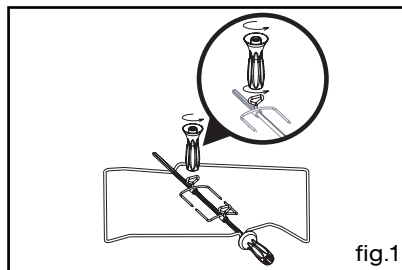

fig.1
- enfiler une des fourchettes sur la broche ; embrochez la pièce à rôtir ; enfiler la deuxième fourchette ; centrez et serrez en vissant les deux fourchettes à l'aide de la poignée (fig.1).
- Ouvrez complètement la porte et la bloquer à l'aide de deux butées rouges (fig.1).